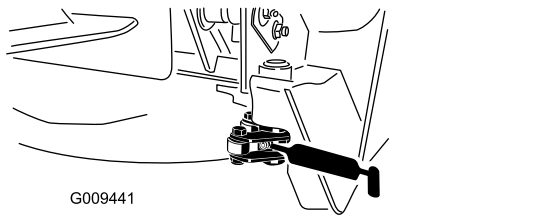

Figura 60
- Pivotes de enganche (2) (Figura 60)